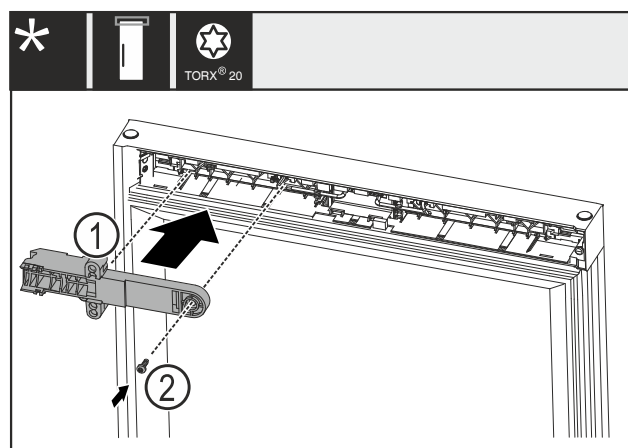

Fig. 23
- Okrenite element za držanje brave Fig. 23 (1) za 180° i montirajte ga na suprotnu stranu.
- Učvrstite element za držanje brave Fig. 23 (1) s pomoću vijka Fig. 23 (2).